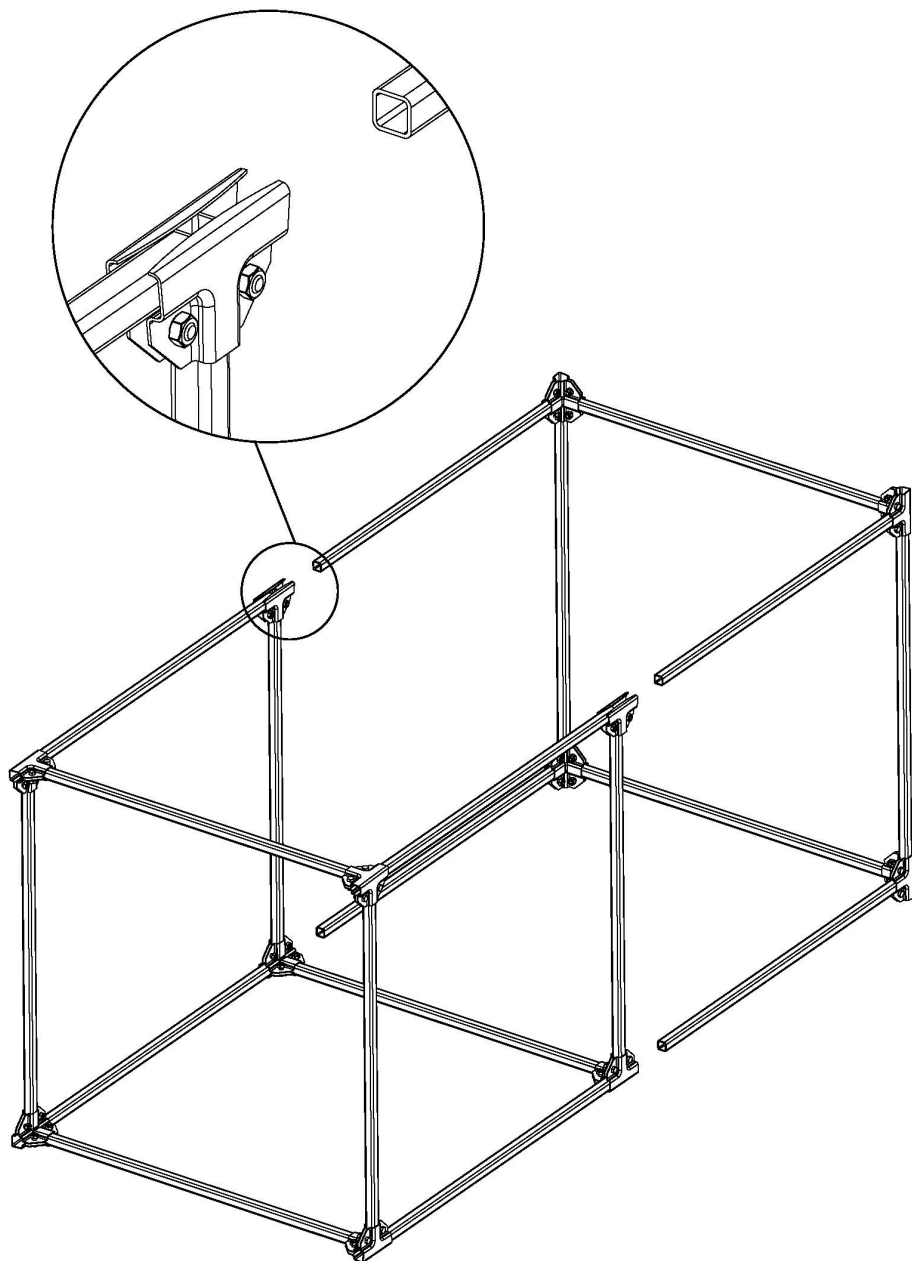

Рис. 11 – Объединения верхнего яруса с нижним и затяжка скоб
5. Перевернуть конструкцию и собрать между собой верхний и нижний ярусы. После сборки провести окончательную затяжку скоб на среднем ярусе. (Рис. 11)